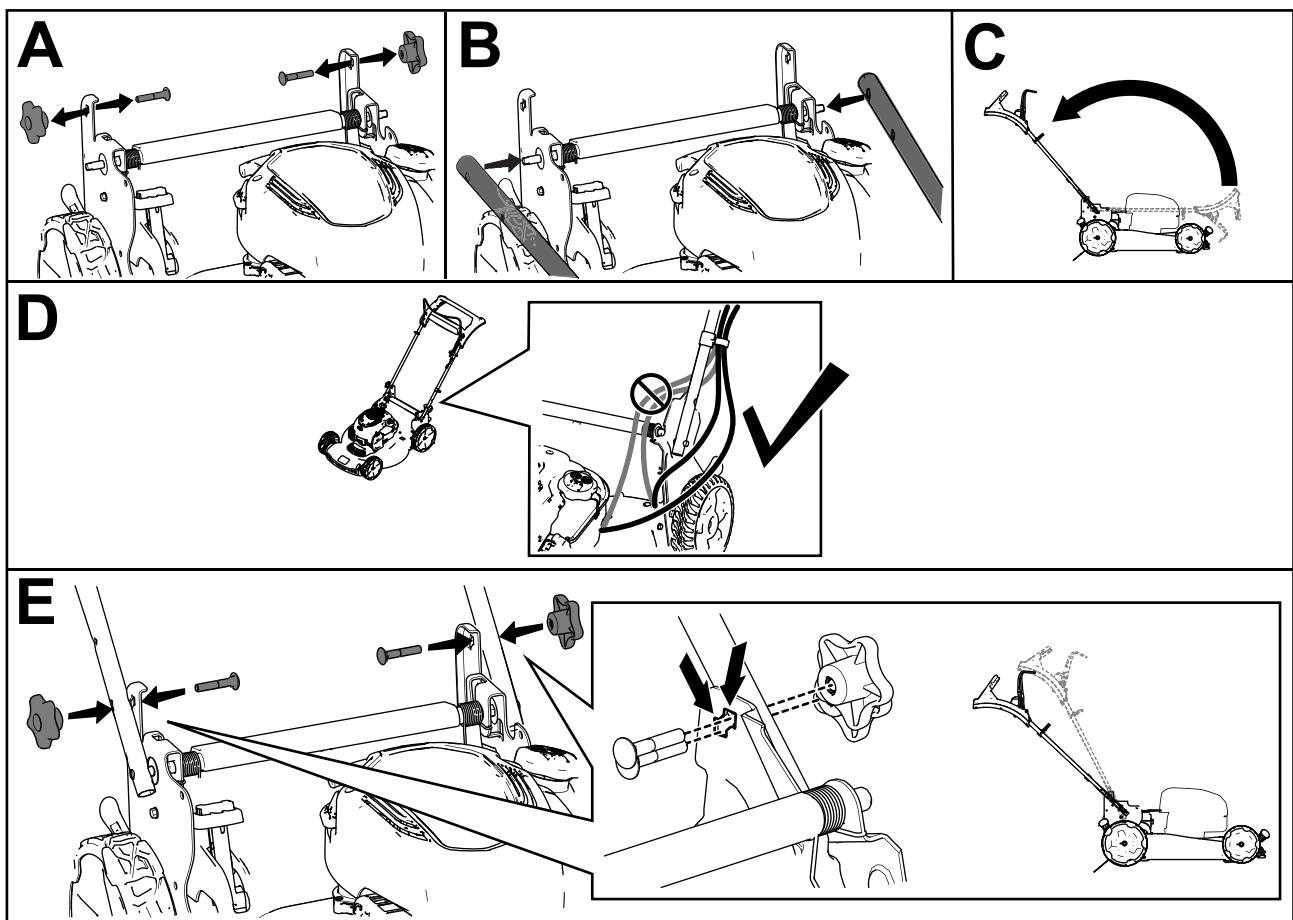

Figure 3
**Remarque:** Vérifiez que les câbles passent bien à l'extérieur du guidon et ne sont pas coincés (D de Figure 3). Le bouton et le boulon de carrosserie peuvent être installés à 2 emplacements. La mauvaise installation du bouton et du boulon de carrosserie peut compromettre la stabilité du guidon (E of Figure 3).